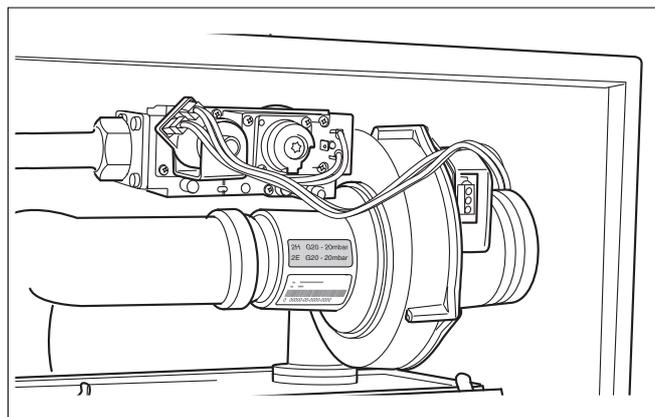

Fig. 60 Verificare il tipo di gas erogato
- Verificare se il tipo di gas erogato è identico a quanto riportato sull'adesivo "Tipo di gas" (fig. 60).